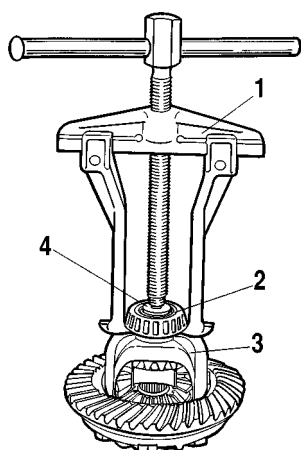

Fig. 3-68. Dépose de la bague intérieure du roulement du boîtier de différentiel à l'aide d'arrache-tout A.40005/1/6:
- déposer les bagues intérieures 2 (fig. 3-68) des roulements à rouleaux de la boîte 3 de différentiel à l'aide de l'extracteur universel A.40005/1/6 et d'un arrêt A.45028;